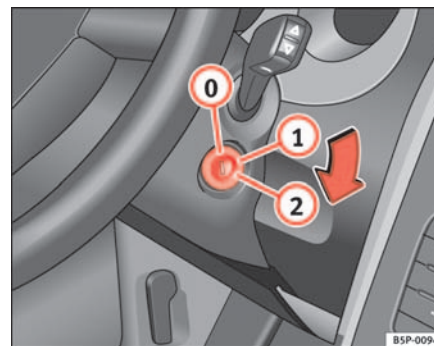

Fig. 92 Posiciones de la llave de contacto
En esta posición ⇒ fig. 92 el encendido y el motor están desconectados pudiéndose bloquear la dirección.
- Gire la llave de contacto hasta la posición ⇒ **página 133, fig. 92**
①. El testigo  se encenderá en caso de precalentamiento del motor.
- En cuanto se apague el testigo, gire la llave de encendido a la posición ② para poner en marcha el motor y no pise el acelerador.
- Gire la llave de contacto a la posición ⇒ página 133, fig. 92 .